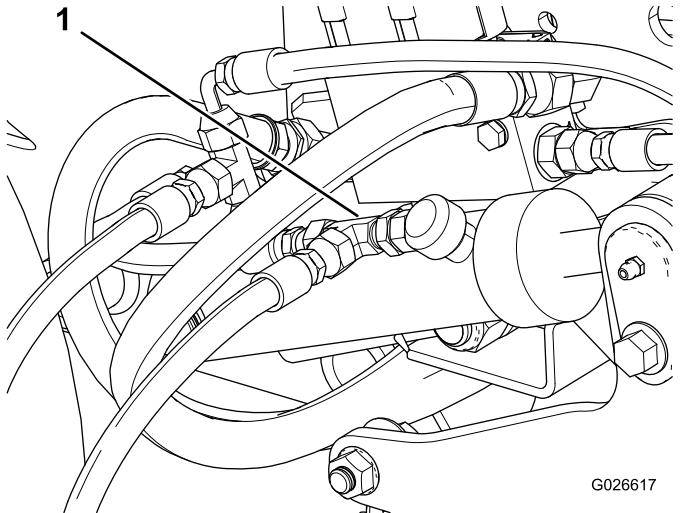

Bild 14
8. Befestigen Sie das T-Anschlussstück (**Bild 14**).